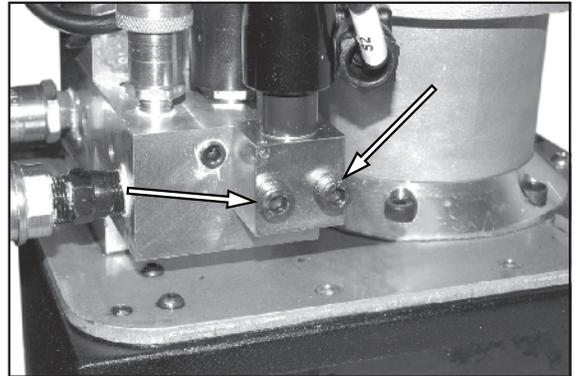

Figure 36.
2. Voir Figure 36. Enlevez les deux boulons de la vanne de limitation de pression et la vanne.